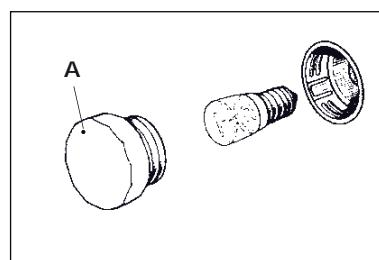

Fig. 7
Destornillar el casquete de protección (A - **Fig. 7**) que se encuentra en el interior del horno y acceder a la lámpara. Después de haber remplazado la lámpara, colocar de nuevo la cubierta de protección (A).